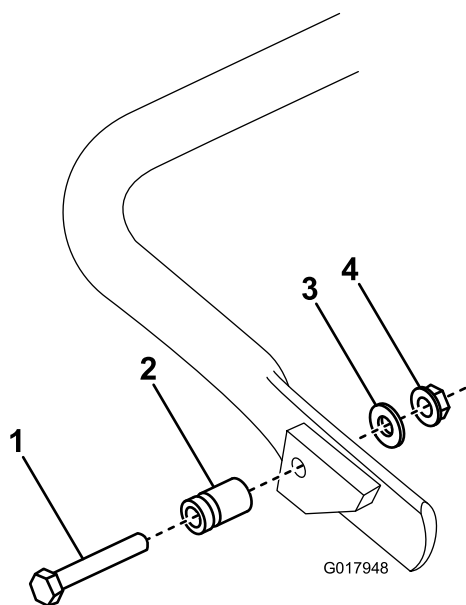

Figura 6
- Apenas no GR1600**, ligue a cavilha de mola ao lado direito do apoio (Figura 6) utilizando o parafuso, anilha e porca de cabeça de flange fornecidos.